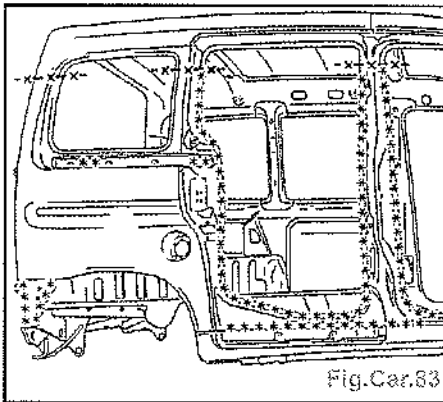

Fig.Car.83
- Tracer puis découper à l'aide d'une scie (Fig.Car.83).
- Souder par points électriques (Fig.Car. 83/84).
- Souder par points bouchons MAG (Fig. Car.83/84).
- Souder par cordon MAG (Fig.Car.83/84).
- Meuler les points de soudure MAG (Fig. Car.83/84).